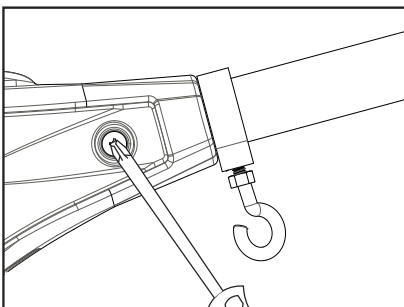

Figure 6
5. À l'aide d'un tournevis cruciforme, enfiler le boulon dans le contre-écrou de nylon mentionné à l'étape 4. Serrez le boulon jusqu'à voir son extrémité alignée avec le haut de l'écrou. (Figure 6)